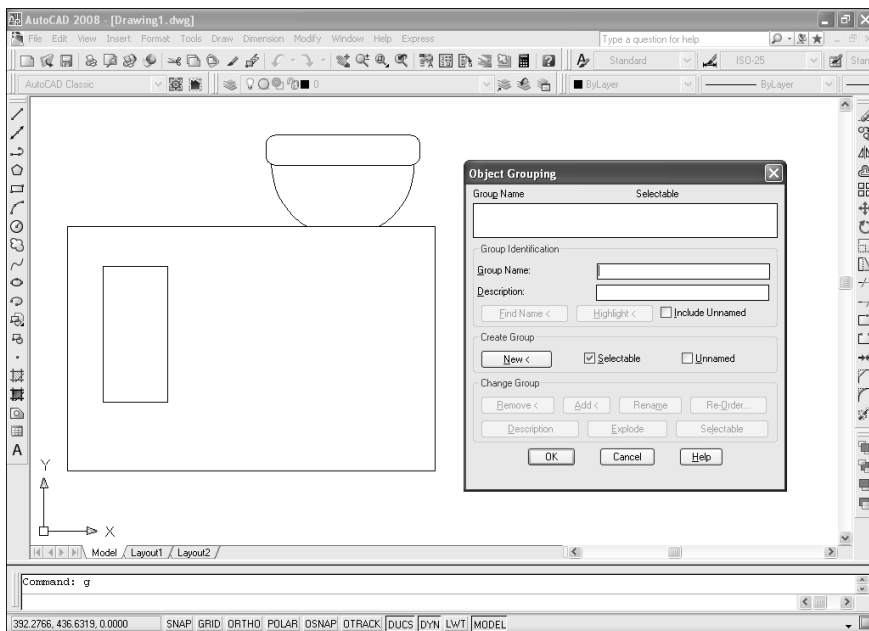

Рис. 5.10. Диалоговое окно **Object Grouping**
2. В открывшемся диалоговом окне **Object Grouping** (Группы объектов) — рис. 5.10 — в разделе **Group Identification** (Идентификация группы) ввести имя новой группы в строке **Group Name** (Имя группы). В строке **Description** (Пояснение) можно ввести краткое описание создаваемой группы.